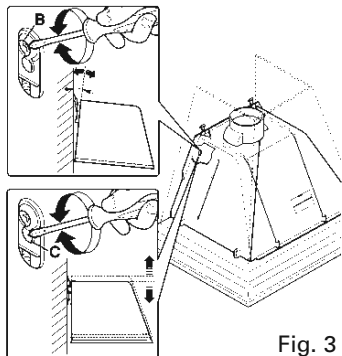

Fig. 3
- Igazítsa be az elszívót a konzolokon található csavarok segítségével. (3. Rajz – Fig. 3) A felső csavar ( B ) a faltól való távolságot szabályozza, az alsó csavar ( C ) a függőleges mozgást.